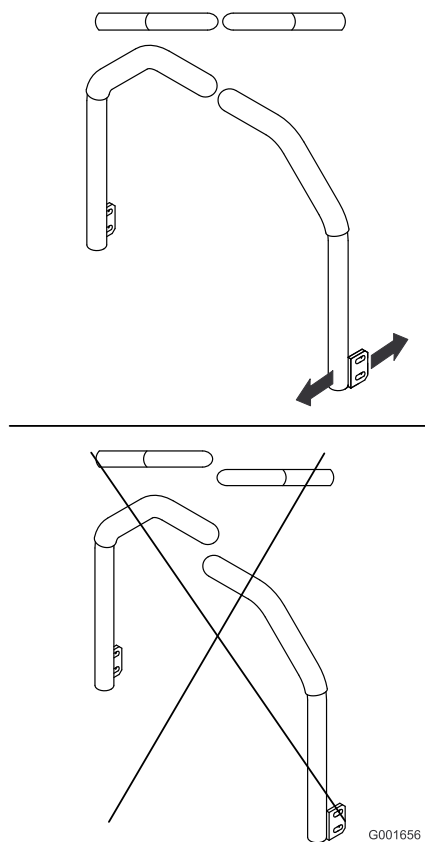

Figure 48
4. Réglez l'alignement avant/arrière des leviers en plaçant simultanément à la position point mort puis faites-les coulisser jusqu'à ce qu'ils soient alignés, puis serrez les boulons (Figure 48).